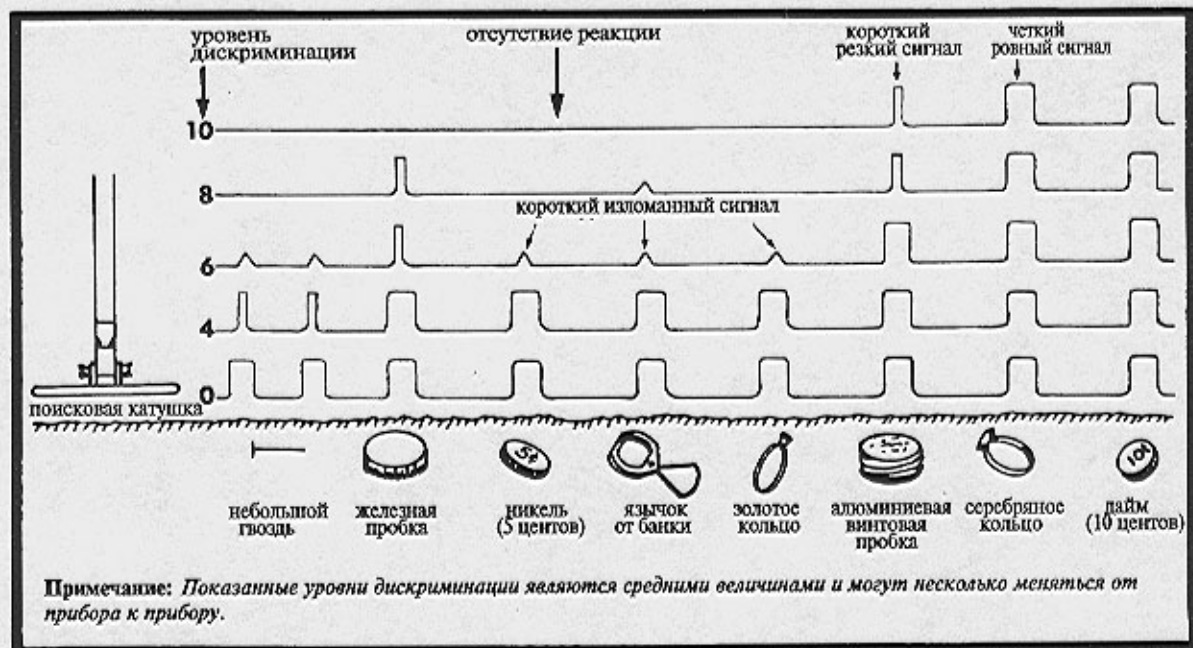

Рис. 4.
7. На рис. 4 показан характер сигнала на различные объекты при различных уровнях дискриминации. Обратите внимание, что если вы увеличиваете уровень дискриминации, вы постепенно исключаете все больше находок, включая и ценные, такие как никелевые монеты и золотые кольца.
4. Удлиненные железные объекты. Если вы слышите два близко расположенных друг от друга сигнала, но не можете найти местоположения объектов, то, по-видимому, под катушкой находится гвоздь (рис. 4) или другой длинный объект. Такой же сигнал может дать неглубоко залегающая монета или монета, расположенная в земле вертикально. В этих случаях объект находится между сигналами. Для того, чтобы определить что является причиной сигнала (гвоздь или монета), установите дискриминатор на значение 5. Большинство мелких гвоздей при этом игнорируются, тогда как большинство монет будут давать четкий сигнал.